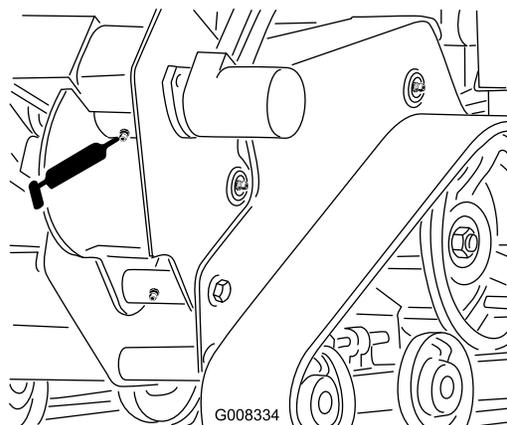

Bild 26
3. Reinigen Sie die Schmiernippel des Grabenfräsengehäuses mit einem Lappen und setzen Sie eine Fettpresse auf (Bild 26).